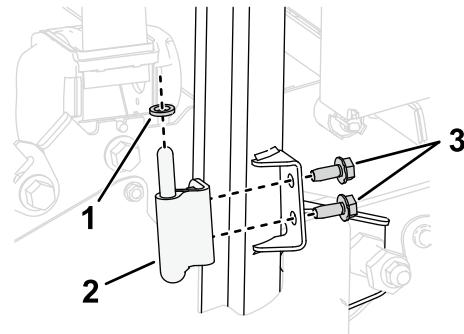

図 7
1. 図7のように、2本のねじ5/16 x 3/4"で、下側蝶番をROPSチューブのブラケットに仮止めする。